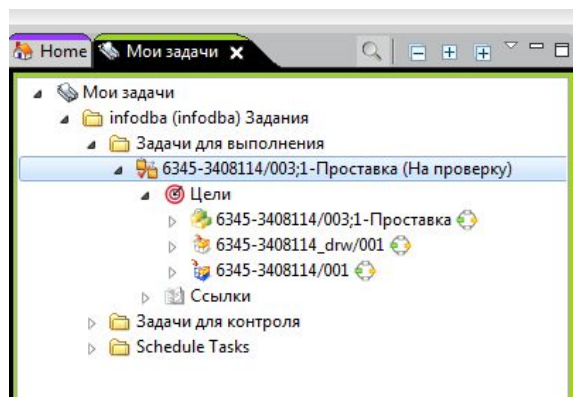

Рис. 49
9. Для Проверяющих. Объекты необходимые к проверки отображаются в Цели (рис.49).